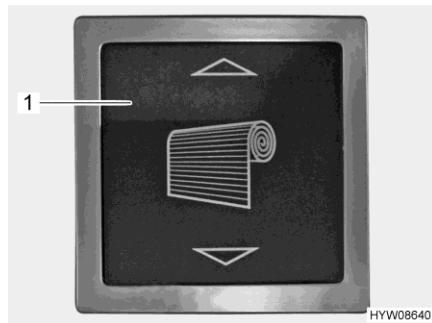
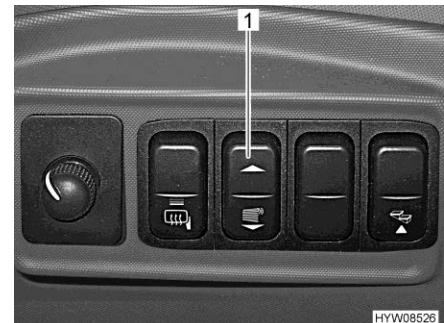
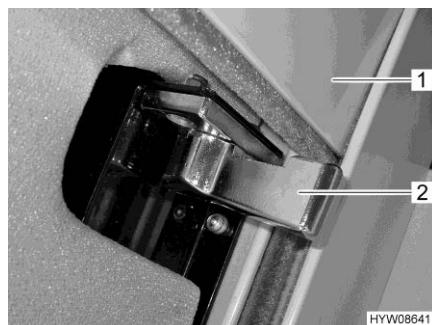

Fig. 33 Pulsante basculante per oscurante a rullo (vano abitabile)
Fig. 34 Pulsante basculante per oscurante a rullo (cruscotto)
Fig. 35 Chiusura di sicurezza (oscurante a rullo)
- Premere e tenere premuto il pulsante basculante (Fig. 33,1 o Fig. 34,1) finché l'oscurante a rullo (Fig. 35,1) ha raggiunto la posizione più alta.
- Sui entrambi i lati, ruotare spingendo indietro (Fig. 35) la chiusura di sicurezza (Fig. 35,2).